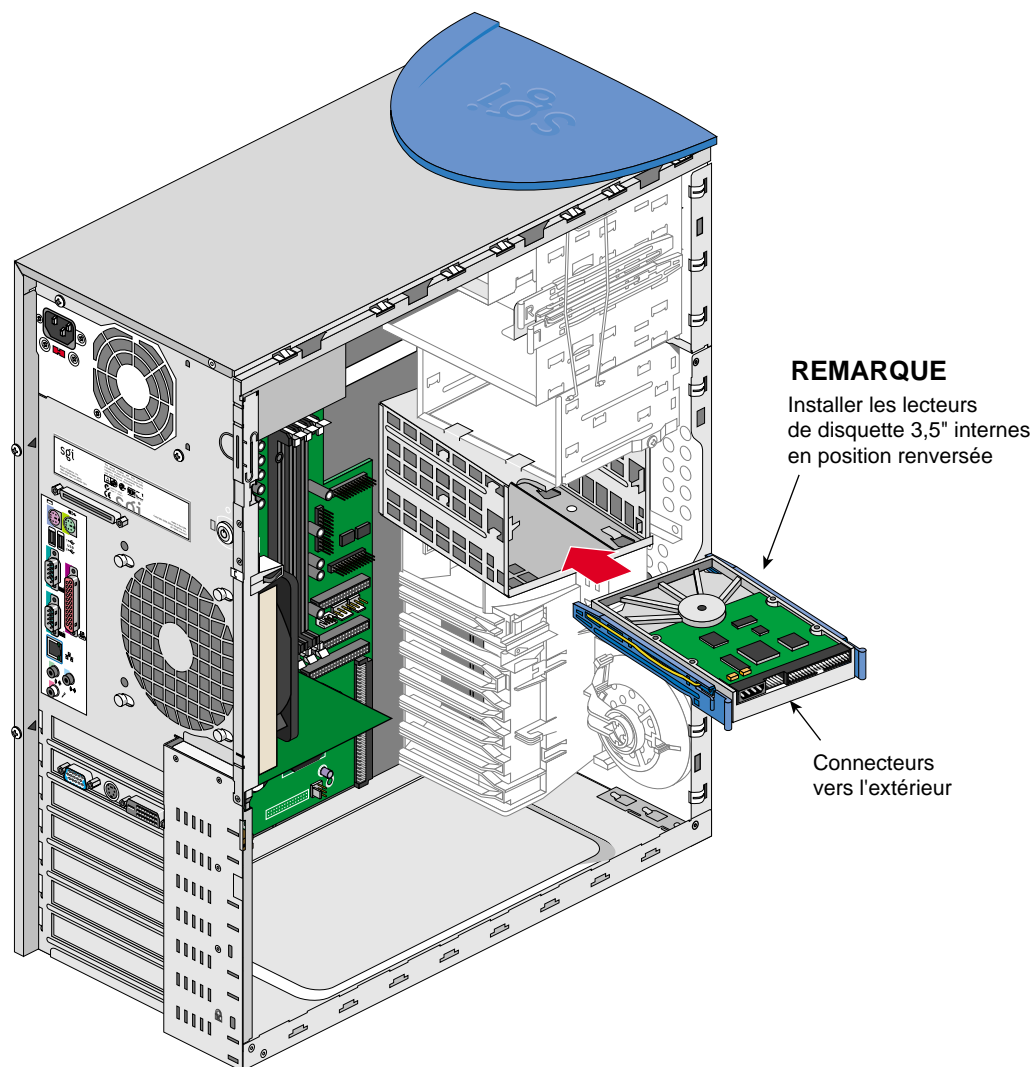

Figure 2-9 Montage d'un lecteur de disquette dans son logement interne
5. Pour monter un lecteur de disquette 3 pouces $\frac{1}{2}$ dans son logement interne, placer le lecteur renversé dans la baie choisie et le faire glisser dedans jusqu'à encliquetage des rails de guidage. La Figure 2-9 montre comment installer le lecteur correctement.